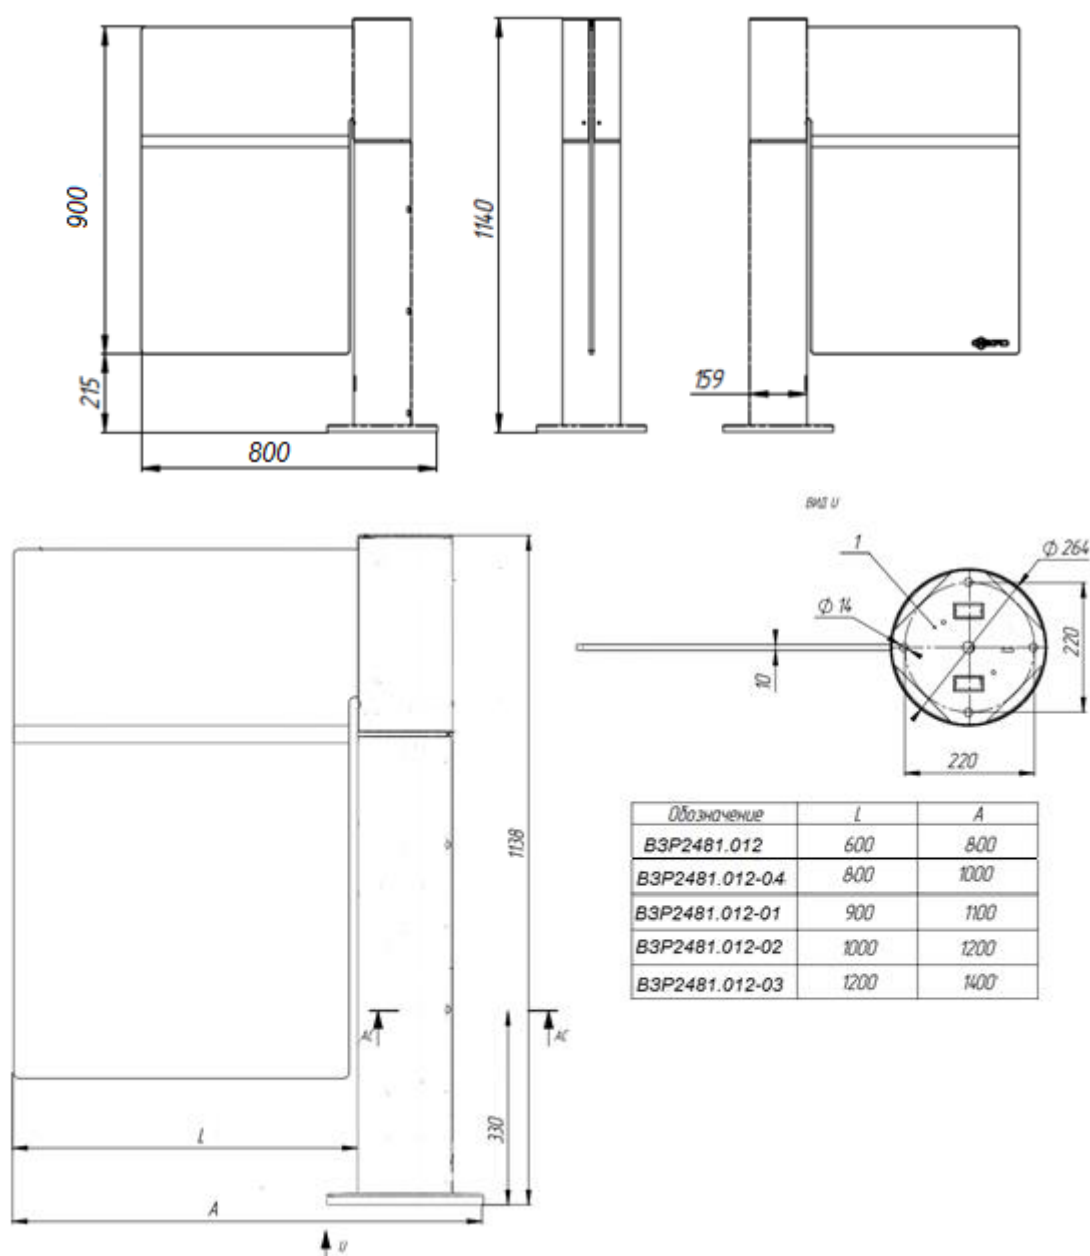
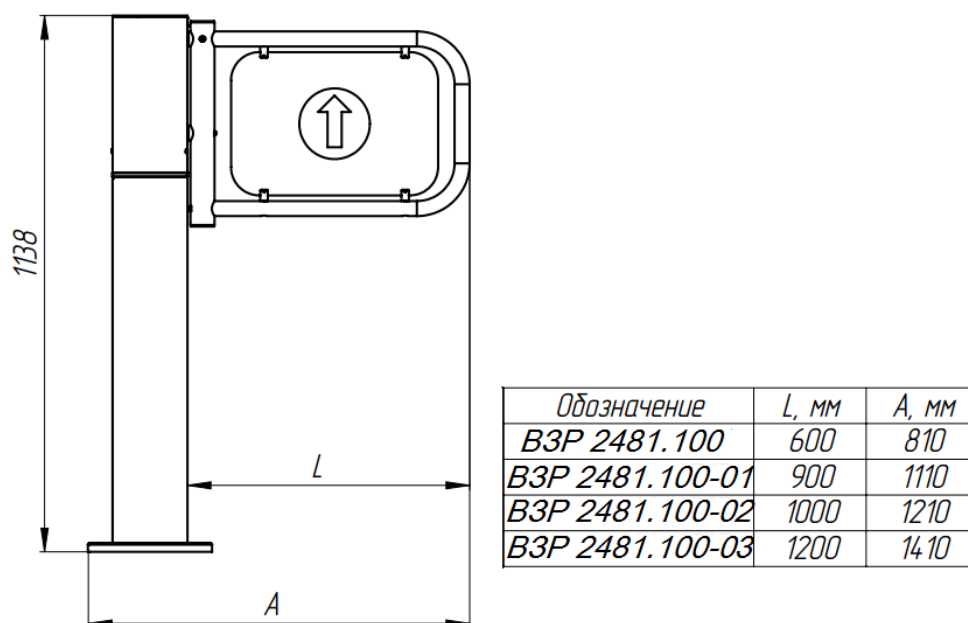

Рисунок 1 – Габаритные размеры изделия для калитки со стеклом.
Рисунок 2 – Габаритные размеры изделия для калитки со створкой из металлической трубы.
Калитка может быть укомплектована створкой из стекла, либо створкой из нержавеющей трубы. Типоразмеры калиток, различной комплектации приведены на Рис. 1 и Рис. 2.
3.3.4 Рисунок 1 – габаритные размеры изделия.